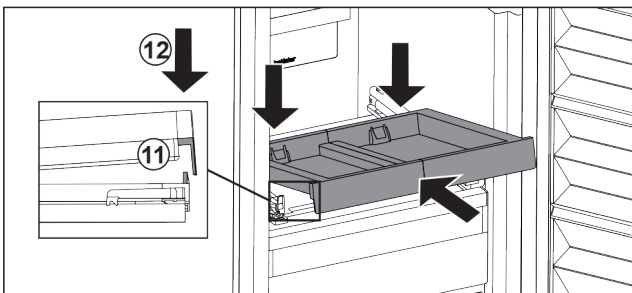

Fig. 33
- ▶ Вставити навкосою. Звертайте увагу, щоб з обох боків упор був за накладкою. *Fig. 33 (11)*
- ▶ Витяжну панель опустити спереду. *Fig. 33 (12)*